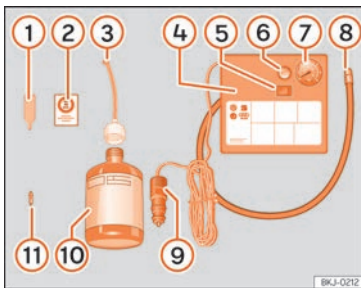

Fig.70 Représentation standard : contenu du kit anticrevaison.
- Dévissez le capuchon et l'obus de la valve du pneu. Utilisez l'appareil » fig. 70 ① pour extraire l'obus. Placez-le sur une surface propre.
- Agitez fortement la bouteille de produit de colmatage des pneus » fig. 70 ⑩.
- Vissez le tuyau de gonflage » fig. 70 ③ sur la bouteille de produit de colmatage. Le plombage du goulot de la bouteille est automatiquement percé.
- Retirez le bouchon du tuyau de remplissage » fig. 70 ③, puis vissez l'extrémité ouverte du tuyau sur la valve du pneu.
- Placez de nouveau l'obus de valve sur la valve du pneu avec l'outil » fig. 70 ①.
- Vissez le tuyau de gonflage du pneu du compresseur » fig. 70 ⑧ sur la valve du pneu.
- Vérifiez si la vis d'évacuation d'air est serrée » fig. 70 ⑥.
- Branchez le connecteur » fig. 70 ⑨ à une prise de courant de 12 volts du véhicule » page 194.
- Raccordez le compresseur d'air au commutateur ON/OFF » fig. 70 ⑤.
- Collez l'autocollant » fig. 70 ② sur le tableau de bord, dans le champ de vision du conducteur.